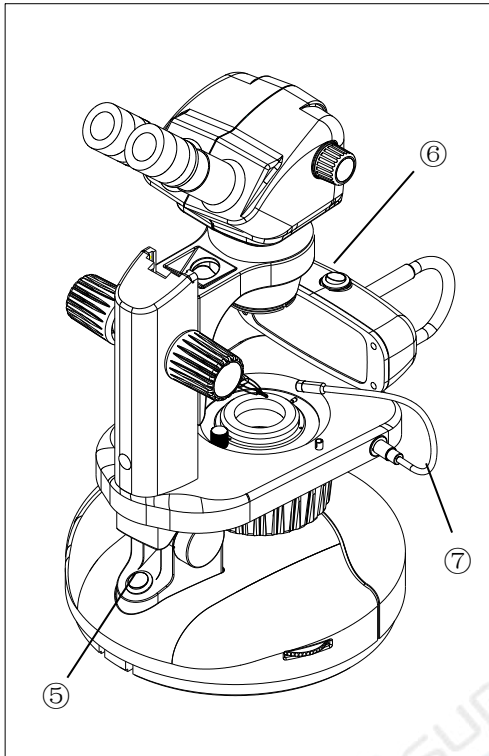

图 11
3.4 Top illumination (Fig. 11)